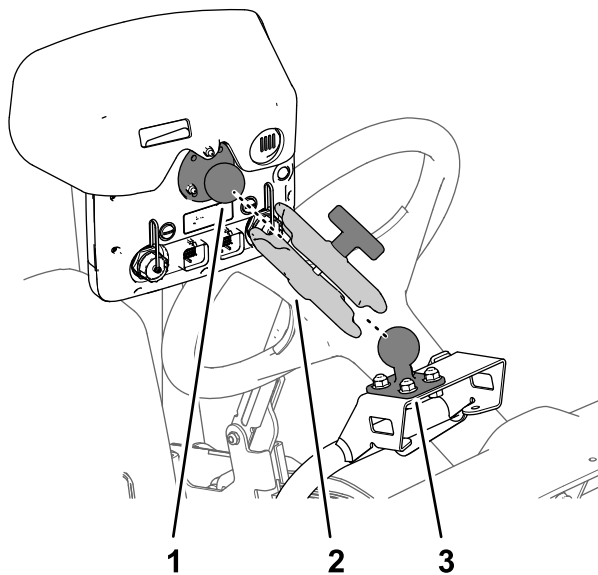

Figura 174
3. Conecte la bola del monitor y el soporte de bola de la máquina al brazo del monitor (Figura 174).
4. Ajuste el monitor de manera que quede visible desde la posición del operador de la máquina, y apriete el pomo del brazo del monitor a mano (Figura 174).